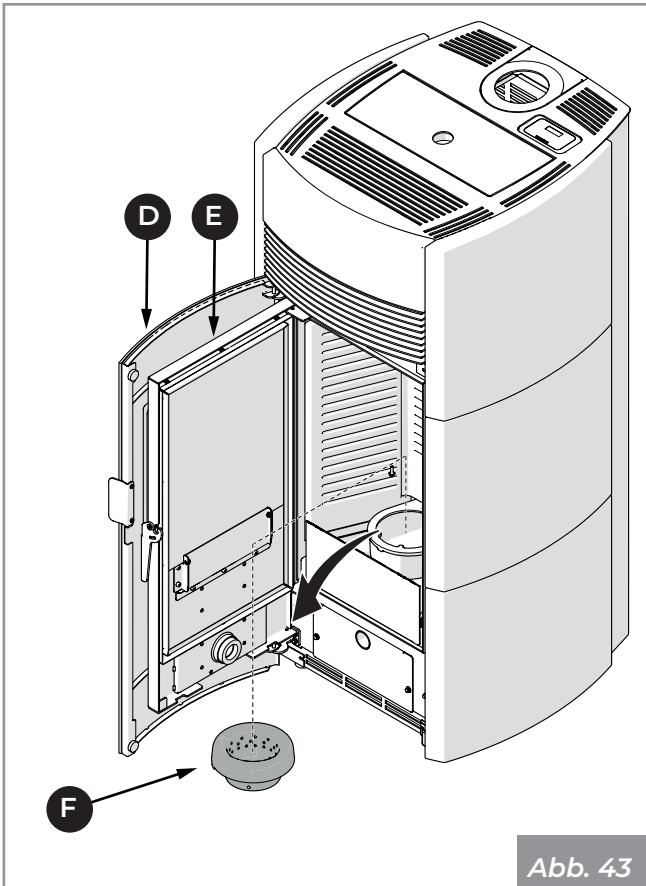

Abb. 43
- Öffnen Sie die Tür **(D)**, die Tür der Brennkammer **(E)** und entfernen Sie den Kohlenbecken **(F)** (Abb. 43).